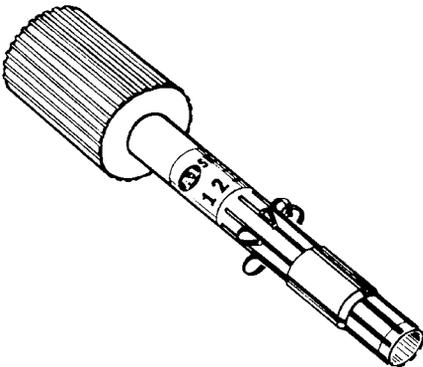

Рис. 5.25. Отмычка для замка под тубулярный ключ (С разрешения компании A-1 Security Manufacturing Corp.)
- Отмычки замков под тубулярный ключ (рис. 5.25)